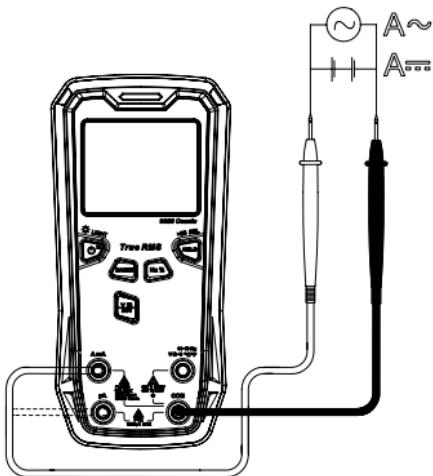

Рис. 5 Измерение силы переменного и постоянного тока
7.6 Измерение силы переменного и постоянного тока (см. рис. 5)